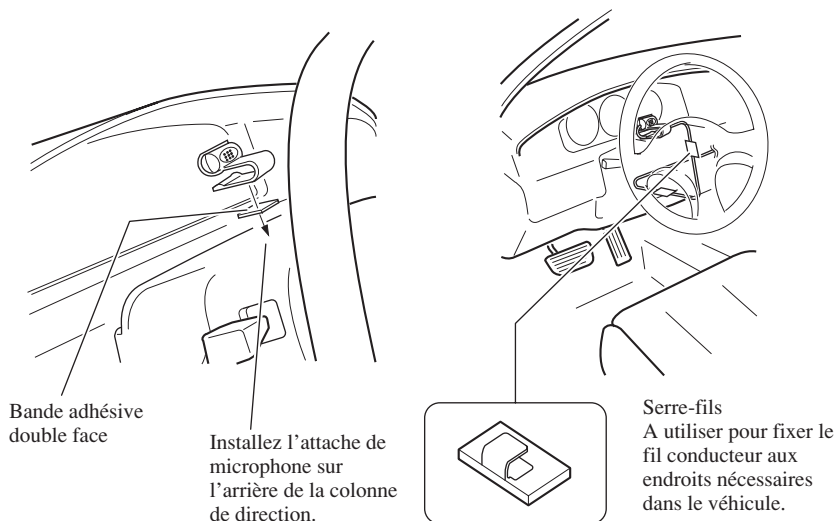

Fig. 22
2. Fixez l'attache du microphone sur la colonne de direction. (Fig. 22)